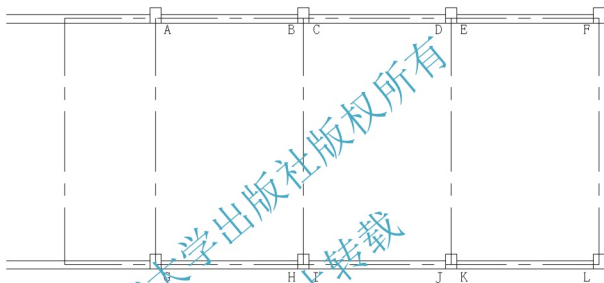

图 4.13 绘制 A 和 B 轴线上的墙
(4) 多次重复【多线】命令，按照从右向左运笔的方向绘制 DC、FE、HG、JI、LK 等段墙体，结果如图 4.13 所示。